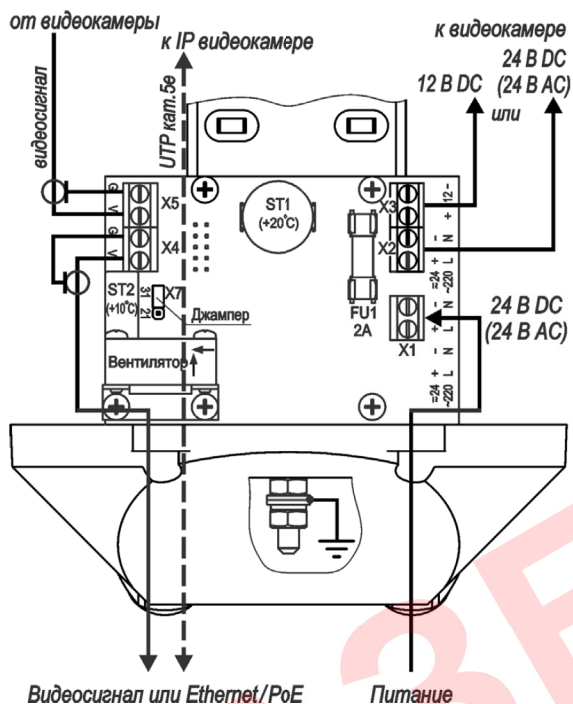
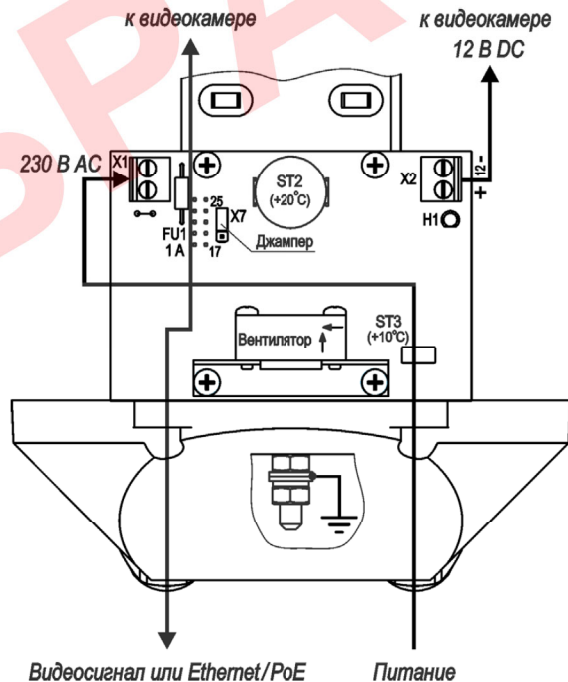
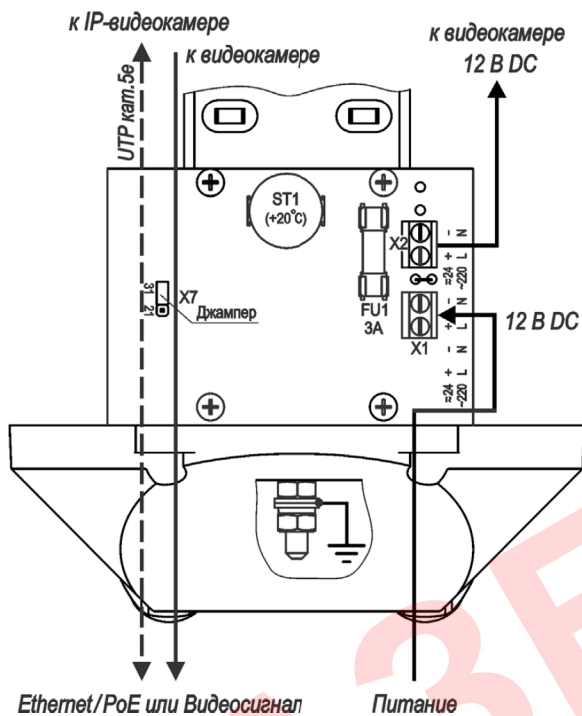

Рисунок 3 – Подключение ТГБ-7У-24/12
Рисунок 4 – Подключение ТГБ-7У-220/12
Рисунок 9 – Подключение ТГБ-7У-12
*** Предприятием-изготовителем в ТГБ-7У-24/12 джампер Х7 установлен в положение «31» – мощность обогрева 33 Вт, для изменения мощности на 22 Вт джампер необходимо переставить в положение «21» (см. рисунок 3), в ТГБ-7У-220/12 джампер Х7 установлен в положение «25» – мощность обогрева 33 Вт, для изменения мощности на 22 Вт джампер необходимо переставить в положение «17» (см. рисунок 4), в ТГБ-7У-12 джампер Х7 установлен в положение «31» – мощность обогрева 16 Вт, для изменения мощности на 11 Вт джампер необходимо переставить в положение «21» (см. рисунок 9)